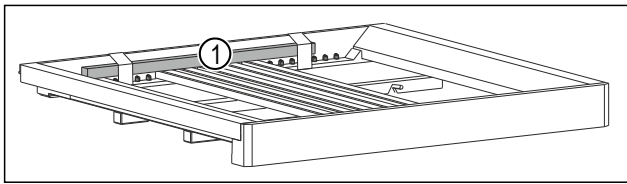

Fig. 47*
- ▶ Снимите деревянную рейку Fig. 47 (1)*.